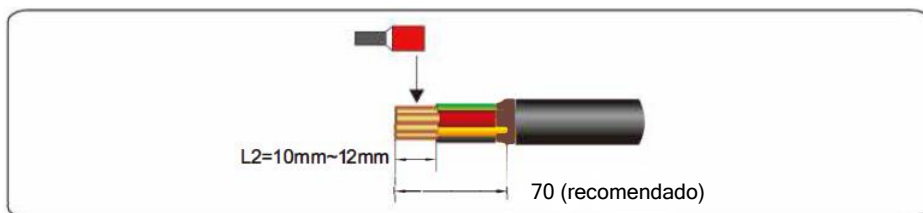

Figura 5.4 Segmento pelado (unidad: mm)
Paso 1 Pele un trozo del recubrimiento y la capa de aislamiento del cable de salida de CA utilizando un pelacables, como se muestra en la figura 5.4.